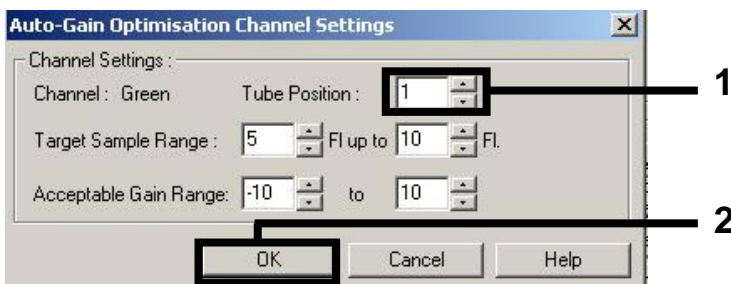

Figure 2. Réglage de la position de tube.
2. Régler la position d'un tube pour la première analyse *artus* (par exemple CMV). Régler la position d'un tube pour tous les canaux de fluorescence, puis cliquer sur **OK** (figure 2).